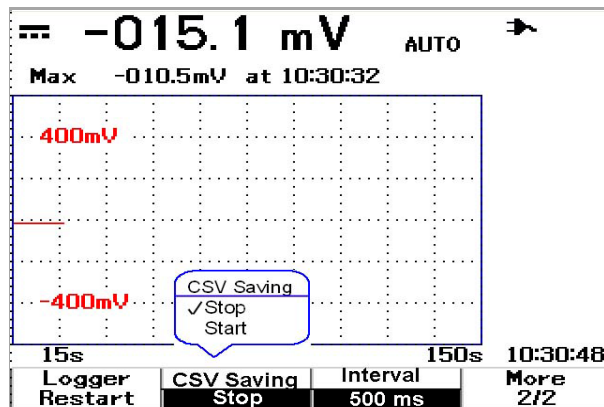

図 5-3 CSV 保存機能をオン
- 3 CSV 保存機能をオンにするには、F2 を押して開始オプションと停止オプションを切り替えます（以下の図 5-3 を参照）。最大 500 K バイトのデータを保存できます。